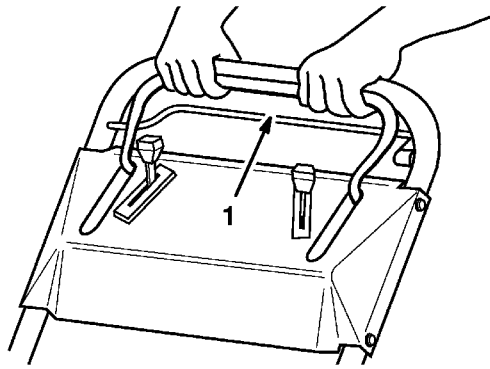

Figure 19
4. Pour débrayer le système d'autopropulsion, relâcher la barre de commande (Fig. 19).